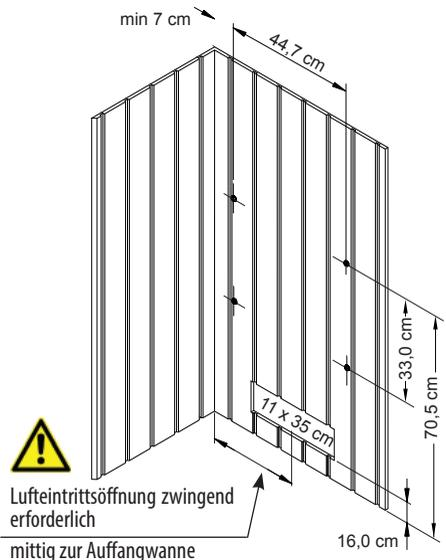
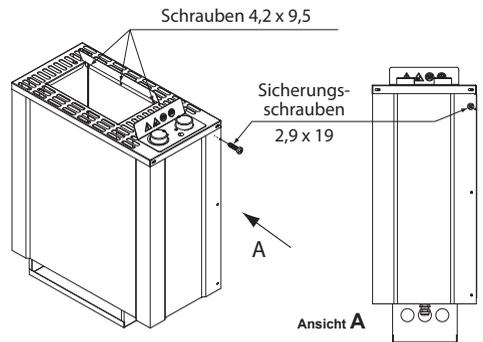

Abb. 2
Abb. 6
- 4 Befestigungsschrauben gemäß Abb. 2 über der Lufteintrittsöffnung so in die Kabinenwand schrauben, dass zwischen Wand und Schraubenkopf noch ca. 3 mm Platz ist.
6. Das Saunaheizgerät mit 4 Schrauben durch die am hinteren Ofenrand befindliche Boh- rung an der Wand (Abb. 2+5) oder seitlich, wie in Abb. 6 gezeigt, mit den Sicherungs- schrauben 2,9 x 19 sichern.
7. Das beiliegende Strahlblech, wie in Abb. 6 gezeigt mit 3 Schrauben 4,2 x 9,5 und die beiden Sicherungsschrauben festschrauben.